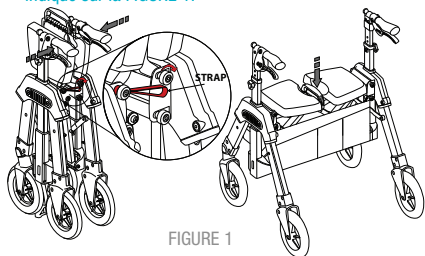

FIGURE 1
1. Pour ouvrir le Rollator, serrez les poignées l'une contre l'autre et décrochez la Sangle, séparez les poignées et poussez le siège vers le bas comme indiqué sur la FIGURE 1.